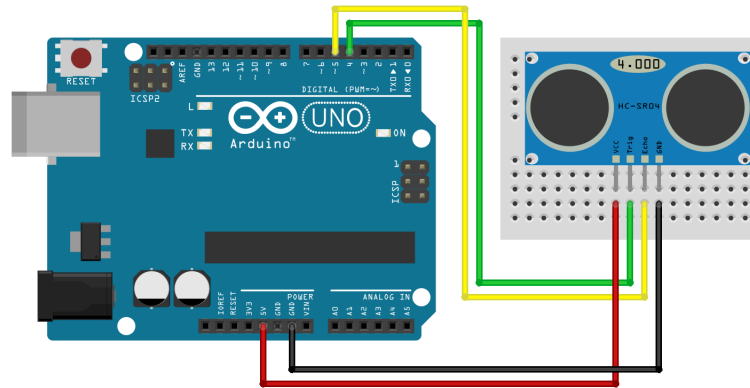

Figura 8: Ligação do sensor ultrasom no Arduino.
Para ligação do sensor ao microcontrolador, são utilizados 4 pinos: **Vcc**, **Trigger**, **ECHO** e **GND**, como mostrado na Figura 8.
1. Utilizando uma *protoboard*, monte o circuito mostrado na Figura 8.